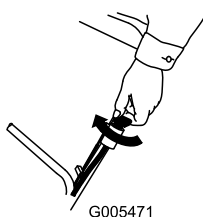
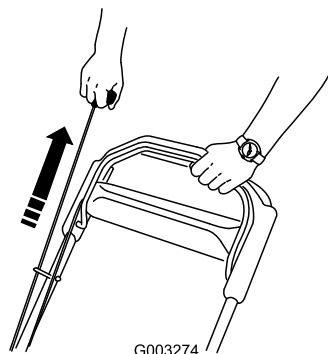

Bild 14
Bild 15
2. Drehen Sie den Zündschlüssel (nur Modell 20796) (Bild 14) oder ziehen Sie am Rücklaufstartergriff (Bild 15).